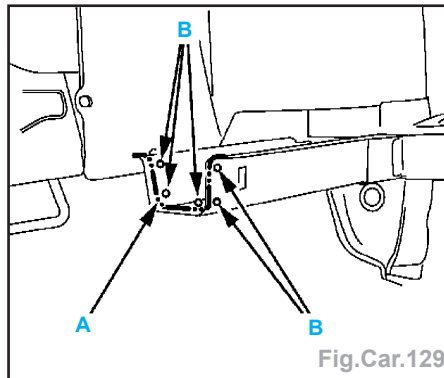

Fig.Car.129
- Retoucher la coupe suivant A (Coupe définitive) (Fig.Car.129).